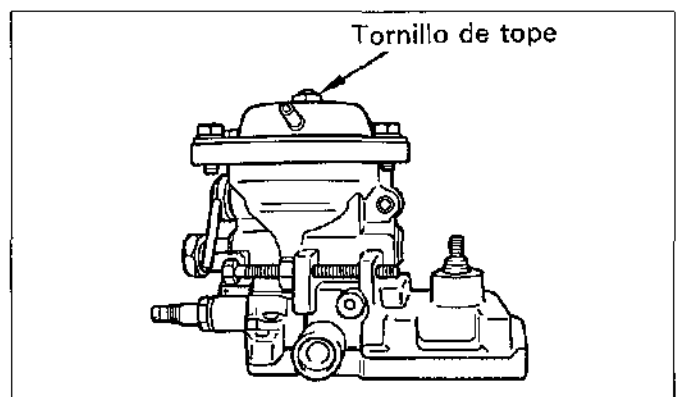

Figura 14-71
4) Monte el resorte, la cubierta del regulador y los cuatro pernos. (Vea la figura.14-71)